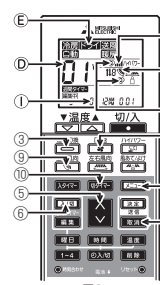

図3
1) 【運転モード】機能設定 (図3) (工場出荷時は【設定番号01】)
- 時刻④ボタン⑮を押す。
- 運転モード⑩が点滅します。
- 時刻④ボタン⑮を押して、設定番号⑩を設定してください。
2) 【風速】機能設定 (図3) (工場出荷時は【設定番号01】)
- 風速⑤が点滅します。